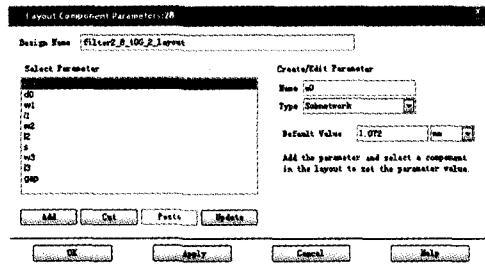

图 3 设置电路参数示意图
(1) 在 Layout 窗口中,设置好基片材料后,执行命令: Momentum-Component-Parameters,在弹出窗口中根据电路仿真中设置的参数添加同样的参数,包括微带线的长度,宽度,缝隙的宽度等,并且注意相互关系和单位,如图 3。